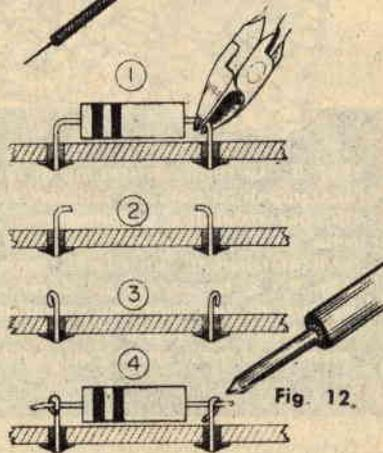

Fig. 12.
I ricevitori a transistori sono sempre a circuito (fig. 7) stampato per cui non è raro, durante la saldatura, che il sottile strato di rame possa fondere o rompersi in qualche punto; in questi casi si deve procedere a ristabilire il collegamento, nel punto di rottura, con un sottile filo di rame o con una goccia di stagno (fig. 8). E quando, durante una riparazione, dovesse capitare di sostituire una piccola resistenza o un condensatore di tipo subminiatura noi vi consigliamo, e questo ci è dettato dalla nostra lunga esperienza, di non dissaldare i terminali dal circuito stampato poiché, come abbiamo detto, il circuito stampato può rompersi facilmente. La miglior soluzione da adottare in questi casi, la più pratica e quella per cui ogni danneggiamento è scongiurato consiste nel tagliare i terminali del componente difettoso (resistenza, condensatore, diodo, ecc.) e fare un piccolo occhiello, sulle estremità dei monconi, in cui sarà poi agevole inserire e saldare il terminale del nuovo componente (fig. 12).
Fig. 12 - Quando capita, durante la riparazione, di dover sostituire una resistenza, un condensatore o altro componente, è consigliabile tagliare i terminali del componenti difettoso (1), e sui monconi (2) fare due occhielli (3) sui quali sarà agevole saldare i terminali del nuovo componente (4).